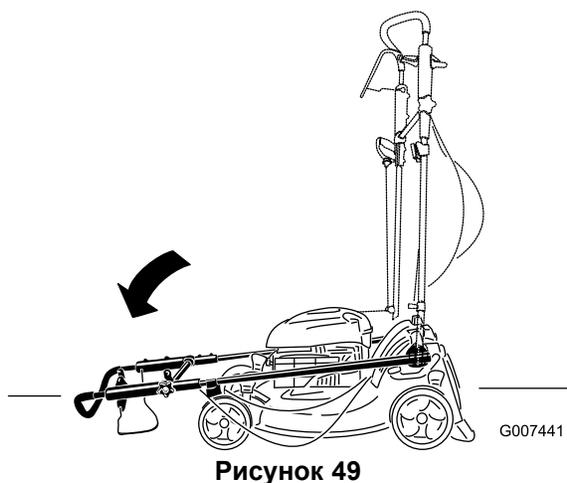

Рисунок 49
2. Подайте рукоятку вперед до отказа и ослабьте головку верхней части рукоятки (Рисунок 49).